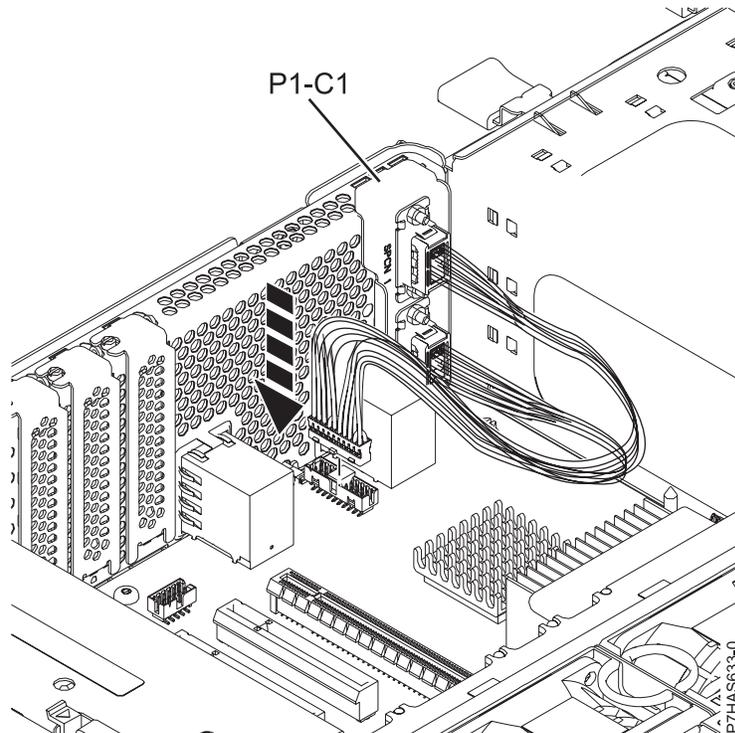

Abbildung 9. SPCN-Kabelsatz installieren
- a. Fassen Sie den 2-Port-SPCN-Kabelsatz für FC EJ0G (C) wie in Abb. 9 auf Seite 12 beschrieben an der oberen Adapterkassettenhalterung und richten Sie ihn an der Öffnung von GX-Steckplatz 1 (P1-C1) an der Rückseite des Gehäuses aus.
- c. Stecken Sie das andere Ende des Kabels in den Anschluss an der Systemrückwandplatine, wie in Abb. 9 auf Seite 12 dargestellt.